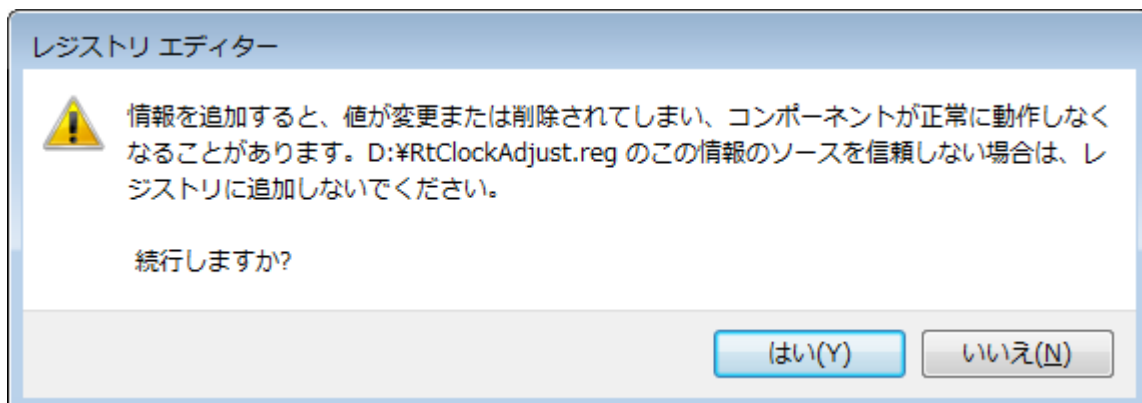

図 4-3-3. レジストリ登録警告メッセージ
- ① Windows32bit 版のときは「RtClockAdjust.reg」を Windows64bit 版のときは「RtClockAdjust64.reg」を USB メモリにコピーします。
- ② INtime がインストールされた端末上で「RtClockAdjust.reg」 or 「RtClockAdjust64.reg」をダブルクリックして実行します。
- ③ 実行すると図 4-3-3 のような画面が起動します。「はい」ボタンをクリックしてください。